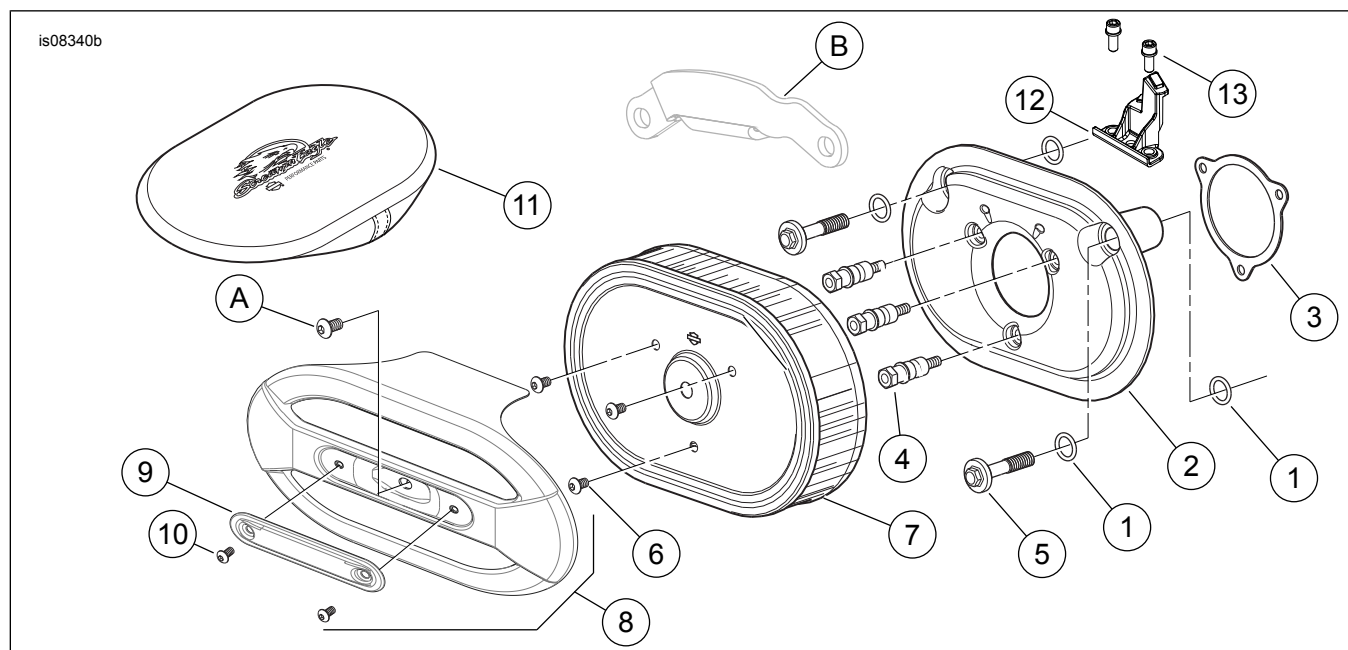

Figure 3. Pièces de rechange : Kit de filtre à air Screamin' Eagle Ventilator Elite Performance
Voir Figure 3 et Tableau 1.
1. Voir Figure 3. Installer l'attache ACR (12) et les vis (13). Serrer les vis au couple de 3,4–4,5 N·m (30–40 ft-lbs).
2. Installer deux joints toriques (1) du kit dans les rainures autour des trous de boulons de reniflard côté module d'induction de l'ensemble de la plaque arrière (2). Installer les deux autres joints toriques dans les encoches sur le dessous des têtes des boulons de reniflard (5).
3. Retirer la doublure du support adhésif du joint (3). Positionner soigneusement le côté adhésif du joint à la plaque arrière, en l'alignant sur les trous de vis avec un espacement uniforme. Appuyer fermement sur le support pour le mettre en place.
4. Introduire les nouveaux boulons de reniflard (5) dans la plaque arrière.
7. Visser les goujons de montage du filtre à air (4) dans la plaque arrière (2) jusqu'à ce que les filets de vis soient saisis dans le module d'induction. Laisser les fixations desserrées.
1. Voir Figure 3. Fixer l'élément de filtre à air (7) aux goujons de montage du filtre à air (4) en utilisant les trois vis TORX® (6) à finition brillante du kit. Serrer les vis au couple de 6,2–6,8 N·m (55–60 in-lbs).
2. Appliquer du Loctite 243 – bleu aux filetages de l'écrou de couvercle du filtre à air de l'équipement d'origine (A). Fixer le couvercle du filtre à air (8) à l'élément du filtre à air (7) avec la vis. Serrer la vis au couple de 4,1–6,8 N·m (36–60 in-lbs).
3. Assembler l'insert du couvercle du filtre à air (9) au couvercle du filtre à air avec deux vis en chrome (10). Bien serrer.
1. Voir Figure 3. Retirer le couvercle de filtre à air (8) et inspecter l'élément de filtre (7) tous les 8.000 km (5000 mi), ou plus souvent dans des conditions poussiéreuses.